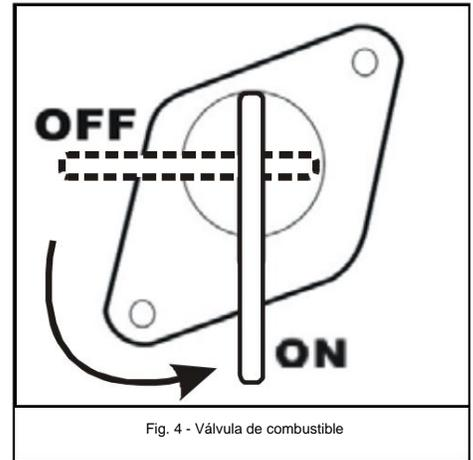

Fig. 4 - Válvula de combustible
4. Gire la válvula de combustible a la posición ON (Fig. 4).